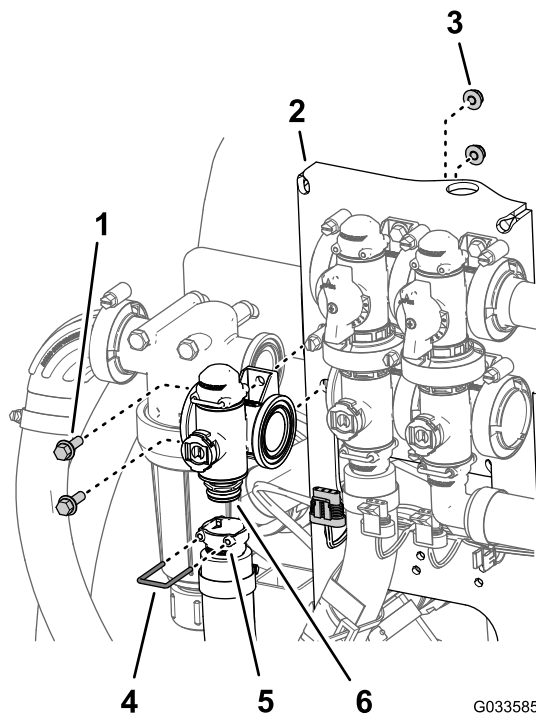

Figura 99
2. Rimuovete il fermo che fissa il raccordo di uscita al connettore del collettore per la valvola di controllo del volume (Figura 99).
3. Rimuovete i 2 bulloni a testa flangiata ($\frac{1}{4}$ " x $\frac{3}{4}$ ") e 2 dadi di bloccaggio flangiati ($\frac{1}{4}$ ") che fissano la valvola di controllo del volume al supporto della valvola e rimuovete il collettore della valvola dalla macchina (Figura 99).